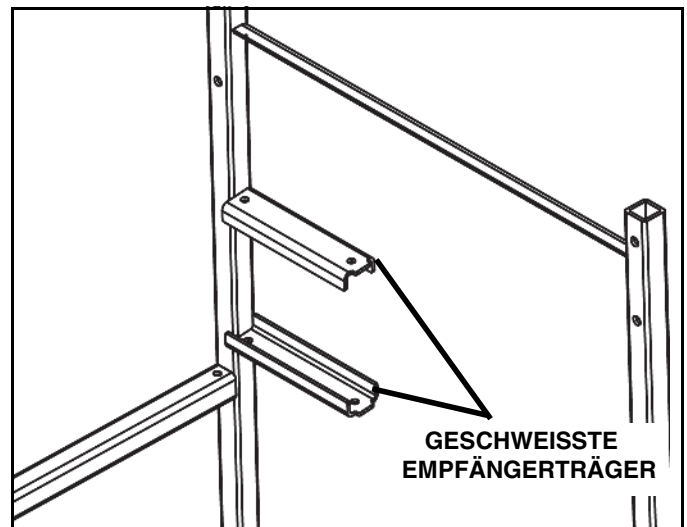

Abb. 1-3
1. Überspringen Sie die Schritte 2 und 3, wenn Ihr Streuer Halterungen für den Empfänger geschweißt hat (Siehe Abb. 1-3). Die Empfängerhalterung aus der Steuerbox kann verworfen werden.